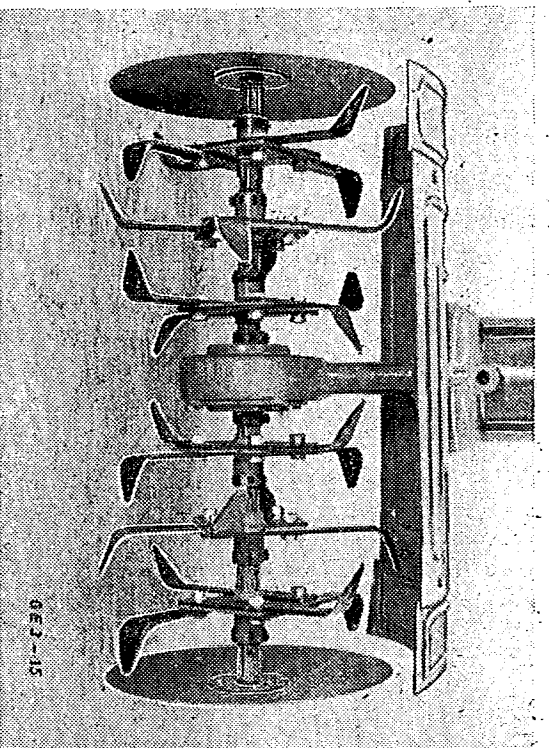

Bild 8. Schutzhaube und Abweisscheiben
2. **Abweisscheiben Type 535/1** (siehe Bild 8). Diese werden auf die Außenwerkzeuge aufgesteckt. Im Obst- und Weinbau sowie bei der Bearbeitung empfindlicher Kulturen sind Abweisscheiben sehr nützlich, man kann damit unbedenklich bis dicht an den Stamm oder die Pflanzenreihen heranhacken.
3. **Schutzhaube Type 533/11** (siehe Bild 8) mit Verbreiterungen 10 cm oder 20 cm ist bei allen Arbeiten zu verwenden. Die Unfallverhütungsvorschriften schreiben dies vor.